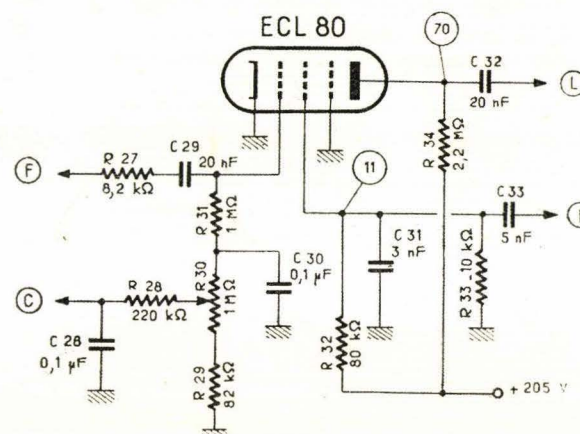

Fig. 4. — Circuits de contraste et de C.A.G.
Ce dispositif utilise la tension négative qui se développe le long de la résistance de fuite de grille de la séparatrice (R_{31} - R_{30} - R_{29} , fig. 4), tension qui est très sensiblement proportionnelle à l'amplitude du signal vidéo. Le potentiomètre R_{30} permet de doser cette tension avant de l'appliquer aux grilles commandées.
Le potentiomètre de contraste R_{30} (fig. 4) a été placé successivement sur quatre positions correspondant au minimum (1), à deux positions intermédiaires (2 et 3) et presque au maximum (4) ;
Le schéma de cet étage est celui de la figure 4. La partie pentode d'une ECL80 est montée en séparatrice classique à faible tension d'écran et cathode à la masse. Cependant, le montage est original par la façon de prélever les tops : ceux d'images sur l'écran ; ceux de lignes sur la plaque. Cette solution est particulièrement efficace pour séparer les deux voies de synchronisation et d'empêcher toute réinjection de balayage images vers la base de temps lignes.